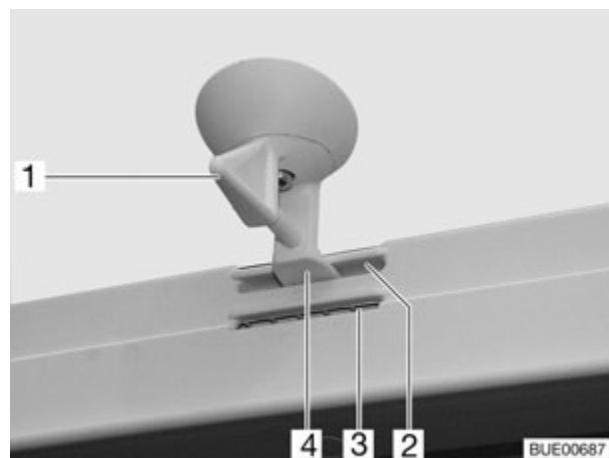
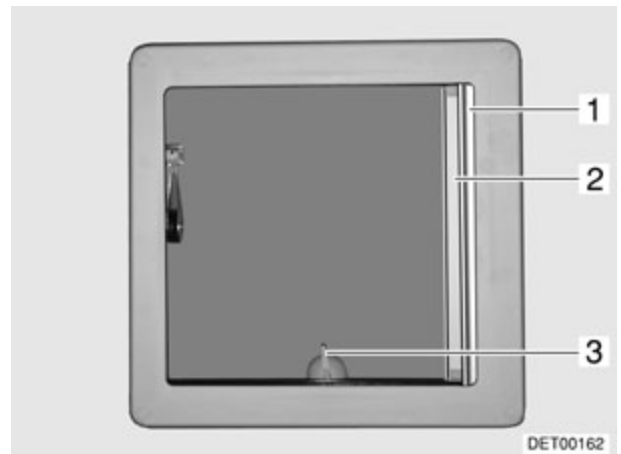

Fig. 52 Claraboya inclinable, bloqueo
Fig. 53 Claraboya inclinable
- Girar la palanca (Fig. 52,1 o Fig. 53,3) un cuarto de vuelta en sentido contrario a las agujas del reloj y empujar hacia arriba la claraboya inclinable por la palanca.
- Tirar hacia abajo la claraboya inclinable por la palanca (Fig. 52,1).
- Girar la palanca un cuarto de vuelta. El cierre (Fig. 52,4) tiene que deslizarse dentro de la apertura inferior (Fig. 52,3).
- Girar la palanca un cuarto de vuelta. El cierre (Fig. 52,4) tiene que deslizarse dentro de la apertura superior (Fig. 52,2).
- Tirar del estor plegable (Fig. 53,1) en el sentido de la flecha y soltarlo en la posición deseada. El estor plegable se queda fijo en esta posición.
- Tirar de la mosquitera enrollable (Fig. 53,2) hasta que encastre en el bloqueo del lado contrario.